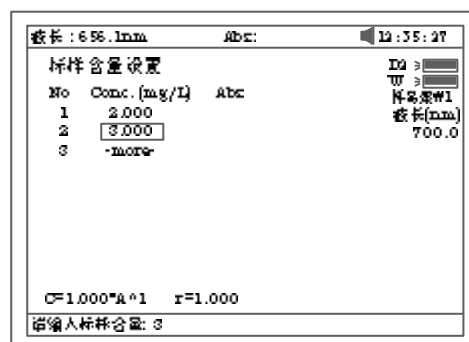

图 31
a. 用数字键直接输入标准溶液的浓度值。按【】或【】键可选择修改已输入标准溶液的浓度值，见图 31。